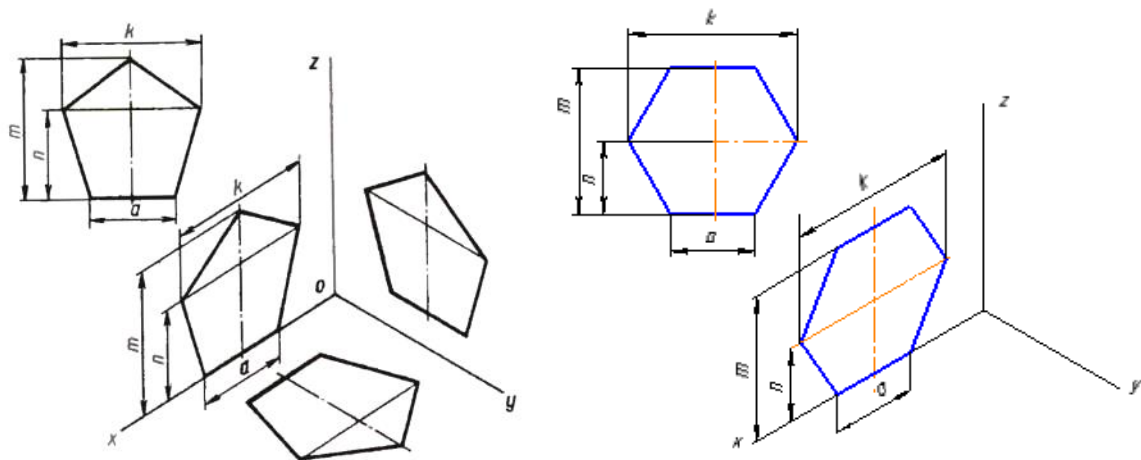

Рисунок 6 - Построение изометрии многоугольников
4. Построить многоугольники в изометрии по координатам вершин, рисунок 6.